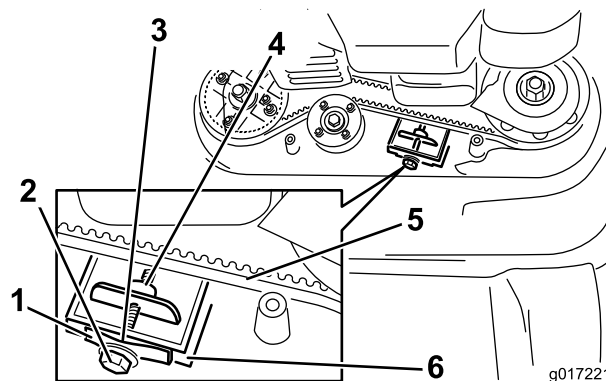

Figure 39
**Remarque:** Si un espace est visible entre la jauge et le ressort, serrez le boulon et l'écrou de réglage jusqu'à ce que le papier puisse à peine passer dans l'espace (Figure 39).